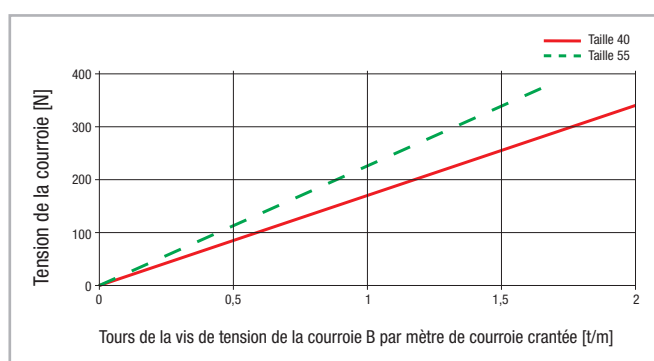

Fig. 95
2. Les figures 95 et 96 indiquent la valeur de 0,5 tour permettant de tourner les vis de tension de la courroie B par mètre de courroie crantée et d'augmenter la tension de la courroie de 110 N.